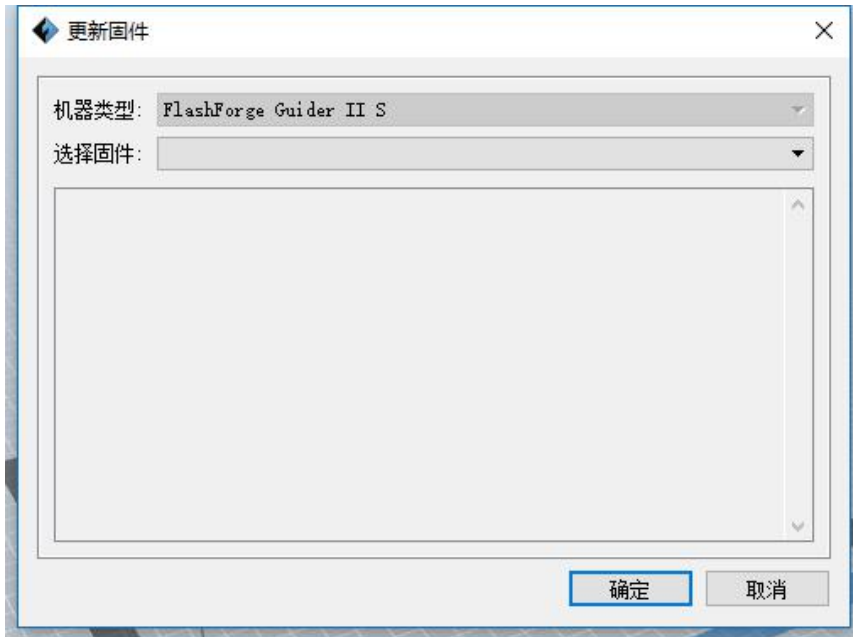

图 6-43
**步骤 2:** (图 6-43) 在更新固件对话框中，选择相应的机器类型和固件版本并点击[确定]按钮。确认打印机处于空闲状态(不执行任何操作)后，软件会自动为打印机更新固件。